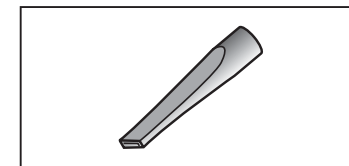

Fig. 11
- Esvazie o depósito de recuperação (G).
- Monte a lança (Fig. 11) no tubo flexível.
- Esvazie o depósito de recuperação (G) e repita a operação se for necessário.
LANÇA (Fig. 11)